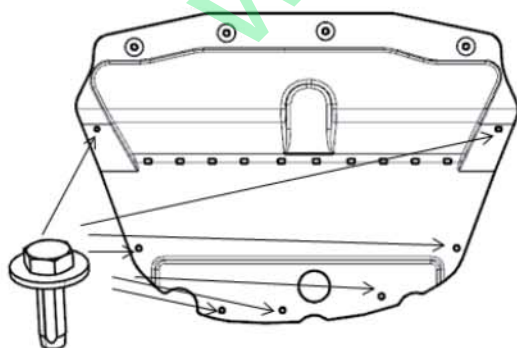

图 2-17
(3) 用 10 号套筒, 拆除发动机挡泥板与前副车架横梁连接的 7 个螺栓, 取下发动机下挡泥板, 即完成了发动机下挡泥板的拆卸工作, 如图 2-17 所示;